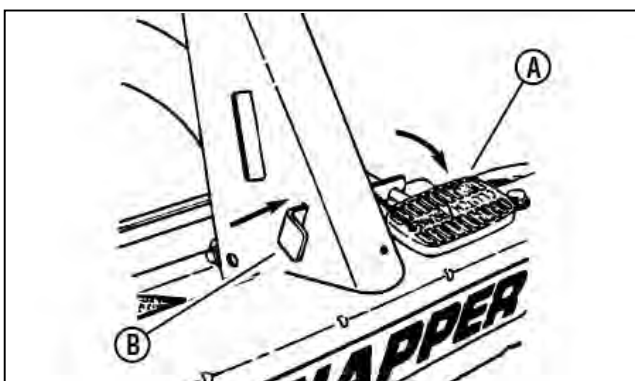

図 8-8 駐車ブレーキのセッティング
4. クラッチ/ブレーキペダル(図8-8のA)を踏み込みます。駐車ブレーキレバー(B)を「ON」としてロックさせクラッチ/ブレーキペダルを離します。